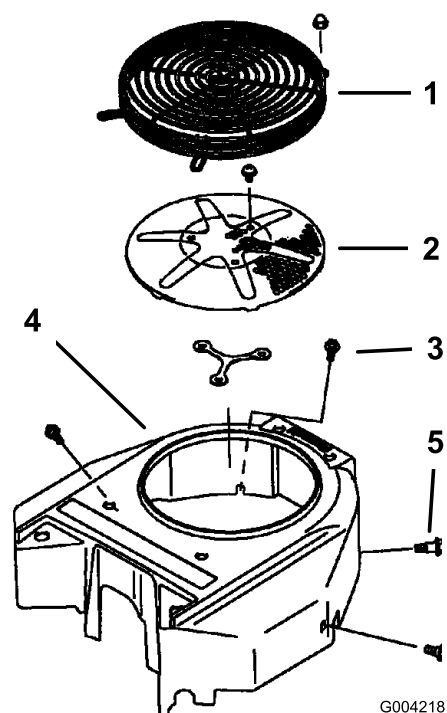

Figura 61
3. Retire la rejilla de entrada de aire y la carcasa del ventilador (Figura 61).
5. Instale la rejilla de entrada de aire, el arrancador de retroceso y la carcasa del ventilador (Figura 61).